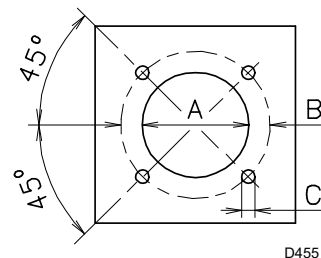

Abb. 11
Die Verschlussplatte der Brennkammer gemäß Abb. 11 durchbohren.
- Den gesamten Brenner in das vorher vorbereitete Bohrloch des Heizkessels einpassen, wie in Abb. 11 dargestellt, und mit den beigegepackten Schrauben befestigen.